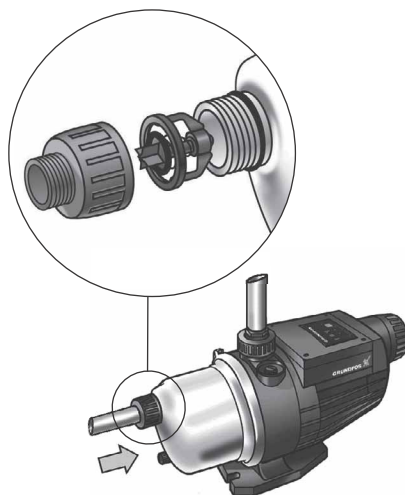

Fig. 10 Instalación de la válvula de retención de entrada
Instale la válvula de retención de entrada siguiendo los pasos descritos a continuación (consulte la fig. 10):
2. Instale la válvula de retención de entrada en el puerto de succión, en la dirección que se indica en la fig. 10.